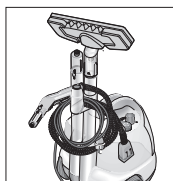

Fig. 11: Rydde opp
- Plasser de to forlengerørene i tilbehørsholderen (A6) på baksiden av maskinen enkeltvis. Sett gulvdysen (H1) på et av forlengerørene (se fig. 11).